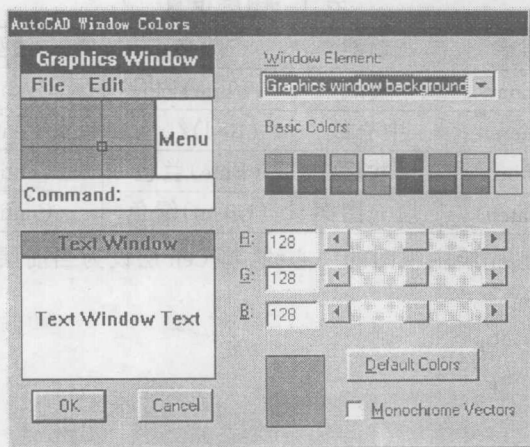

图 1-3
(4) 按 OK 键退出“Text Window Font”对话框。在“Preferences”对话框中选“Colors”按钮,这时出现如图 1-3 所示的“AutoCAD Window Colors”对话框。在该对话框中左边“Graphics Window”中的绘图区点击一下,然后在“Basic Colors”框中选中灰色的色框即可,最后按 OK 按钮退出。